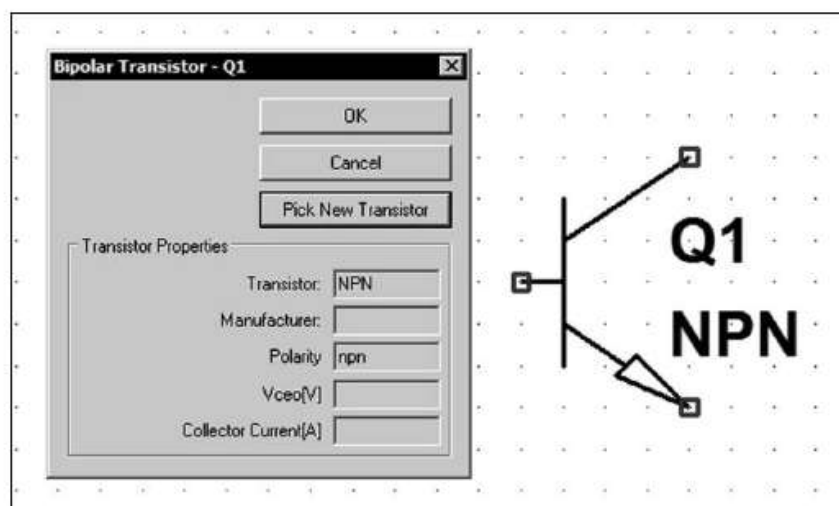

Figure 4.14
2. La valeur du composant est parfois une référence à choisir dans une liste, c'est le cas notamment pour tous les semi-conducteurs et CI. Par exemple, en cliquant droit sur le corps d'un transistor bipolaire NPN, figure 4.14.